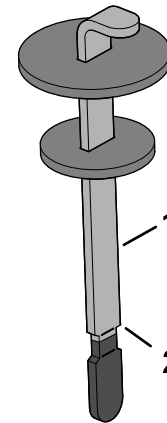

图 169
4. 从加油颈中取出量油尺用干净的抹布擦拭。将量油尺插入加油颈然后再取出检查液位。液压油位应达到量油尺上的标记 图 169。